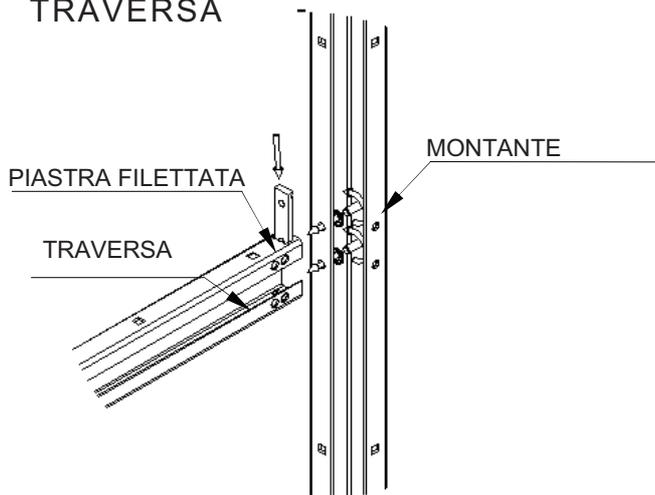

Fig. 6.1
- ✓ Inserire la piastra filettata (S11611-B) nello spessore della traversa come indicato in Fig. 6.1